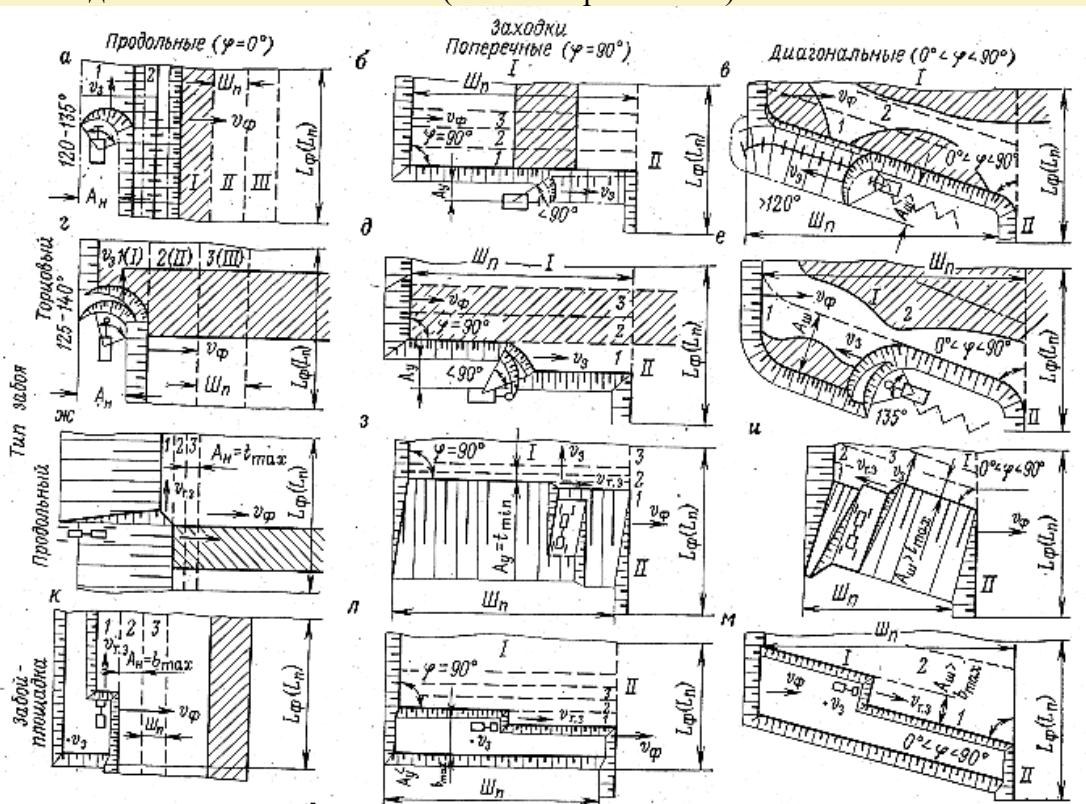

Рис. 3.13. Схемы блоков панели и заходок:
- **продольными** (вдоль фронта уступа,  $\phi = 0^\circ$ , рис. 3.13, а, г, ж и к.)
- **поперечными** (вкrest фронта уступа,  $\phi = 90^\circ$ , рис. 3.13, б, д, з и л.)
- **диагональными** ( $0^\circ < \phi < 90^\circ$ , рис. 3.13, в, е, и и м.).
Ширина заходки А при торцовом забое и забое-площадке соответствует ширине этих забоев. Различают нормальные, узкие и широкие заходки (см. рис. 3.13). При нормальных заходках выемка породы производится при движении машин по прямолинейной оси в пределах всей длины заходки при условии максимального использования линейных параметров машин. Узкие заходки отличаются от нормальных неполным использованием рабочих параметров выемочных машин. Широкие заходки характеризуются переменным направлением движения машин в плане (зигзагообразная ось).